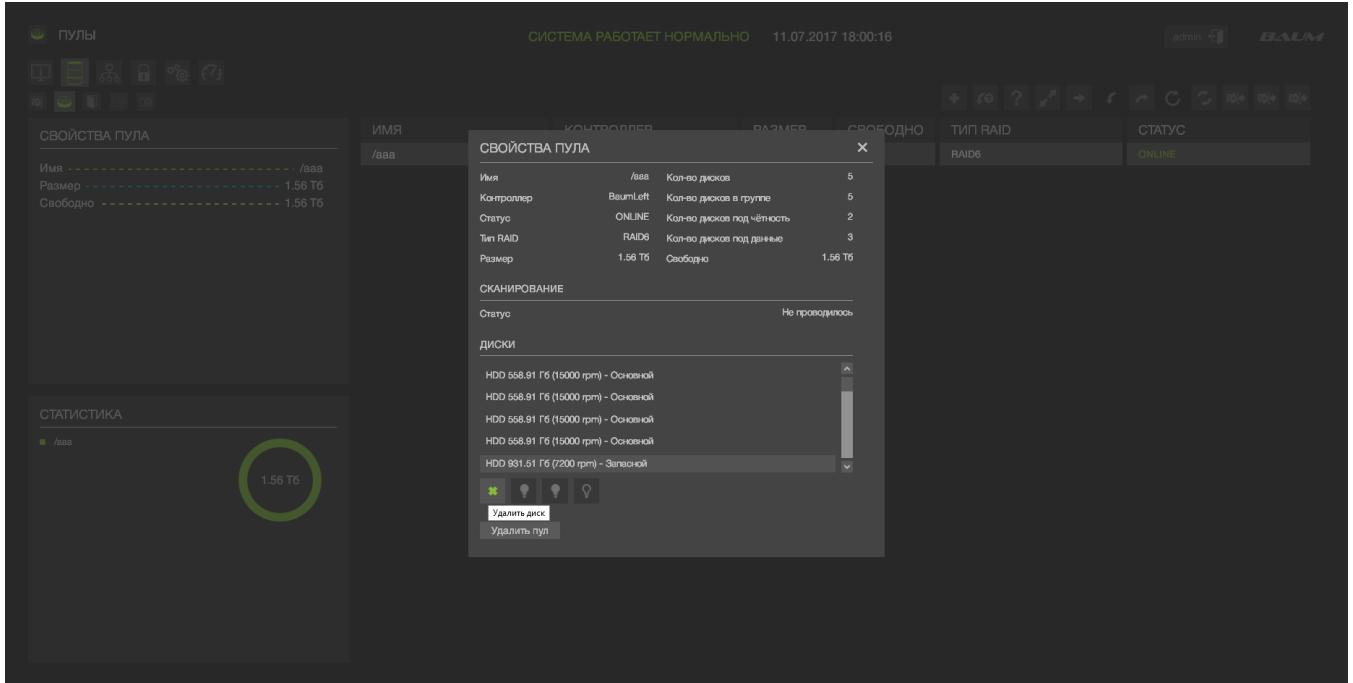

Рисунок 31 – Удаление из пула запасного диска
- 4) В окне «Диски» выбрать запасной диск для удаления (см. Рисунок 31).